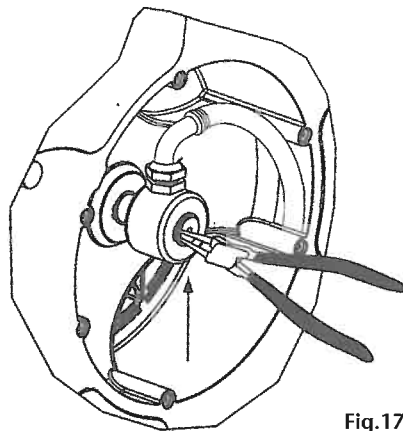

Fig.17
- Remove the circlip and pull the swivel. Be careful not to damage the swivel O-Ring (fig. 17).
- Quitar la arandela de seguridad y tirar de la rótula hacia fuera con cuidado de no dañar la junta interior (fig.17).